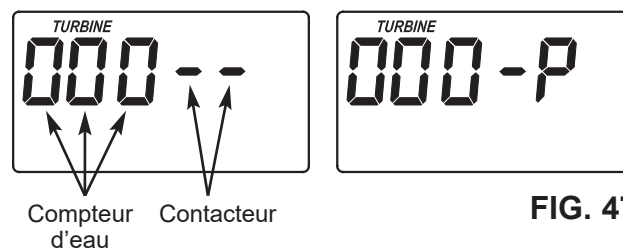

FIG. 47
3. La lettre « P » suivi d'un ou de plusieurs tirets indique le fonctionnement du contacteur de POSITION (consultez la figure 47). Si la lettre apparaît, le contacteur est fermé. Si le tiret apparaît, le contacteur est ouvert.